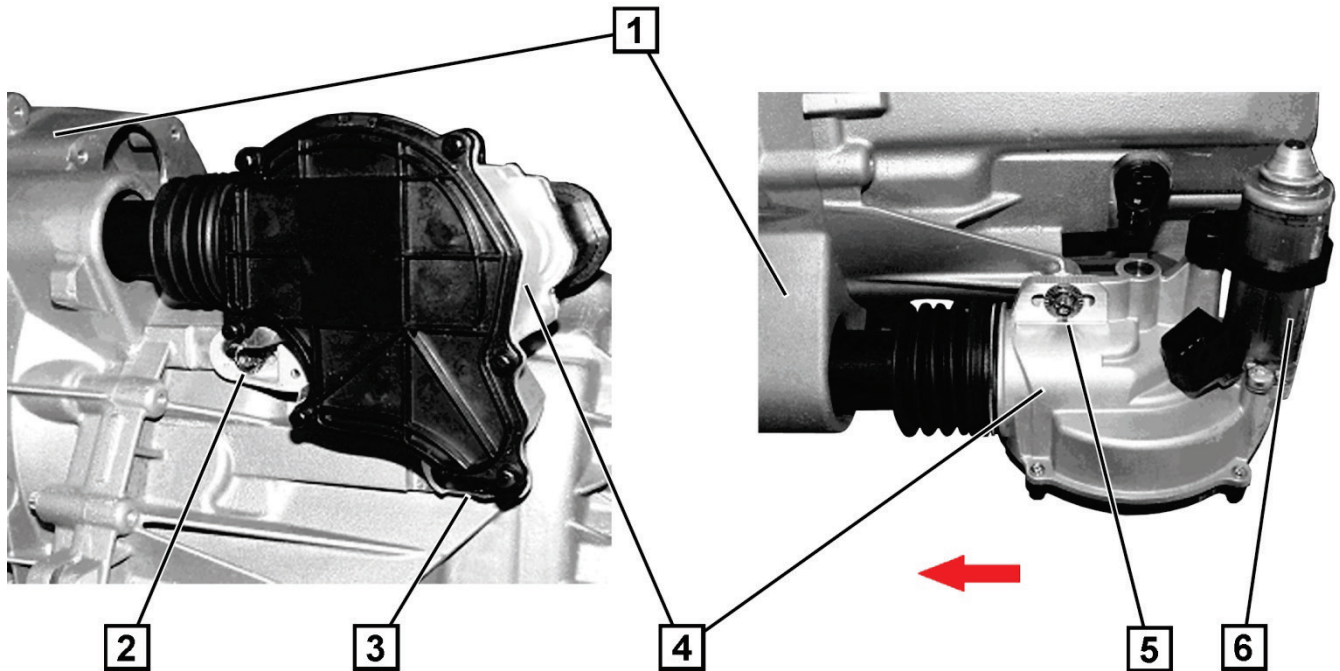

Рис. 1: Привод сцепления: smart fortwo (451)/smart forfour (454)/Mitsubishi Colt VI (Z_)
1. Позиционируйте привод (5) сцепления в кожухе (3) сцепления таким образом, чтобы толкатель надежно прилегал к креплению толкателя рычага выключения сцепления.
3. Прижмите привод сцепления на 3 деления шкалы (± 6 мм) в направлении стрелки (рис. 1).